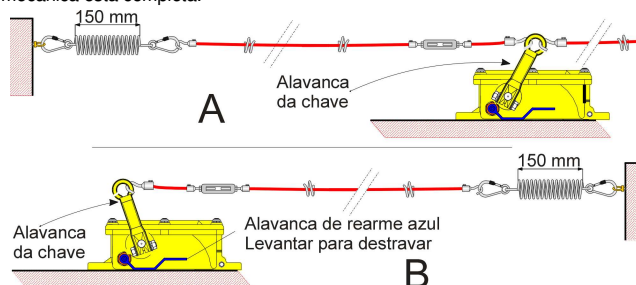

Fig. 7 - ajuste da mola tracionadora
5.3.5 O ajuste do esticamento deve ser feito em duas etapas (ver fig. 7). Trave a alavanca de acionamento à direita (Fig. 7 A) e ajuste o comprimento do cabo no gancho (fig. 6) ou na laçada de cabo (fig. 4) que fica preso na alavanca de acionamento da chave. Com a chave na posição acionada, deve-se esticar o cabo de aço até que o comprimento do corpo da mola fique em 150 mm (+/-10 mm). Se necessário, corte um pedaço do cabo de aço e insira-o novamente no gancho (ou cliques), apertando seu parafuso firmemente, procurando manter o esticamento da mola. Repita o processo com a alavanca travada à esquerda (Fig. 7 B) ajustando o outro lado do cabo de aço. Destrave a chave puxando para cima a alavanca de rearme (fig. 10). A alavanca de acionamento da chave deve voltar aproximadamente à vertical.